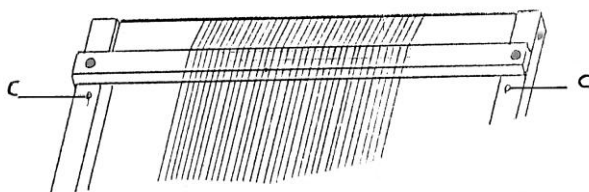

Fig. 6.
- Inserire il capo libero nel foro **C** della cornice. (fig. 6).